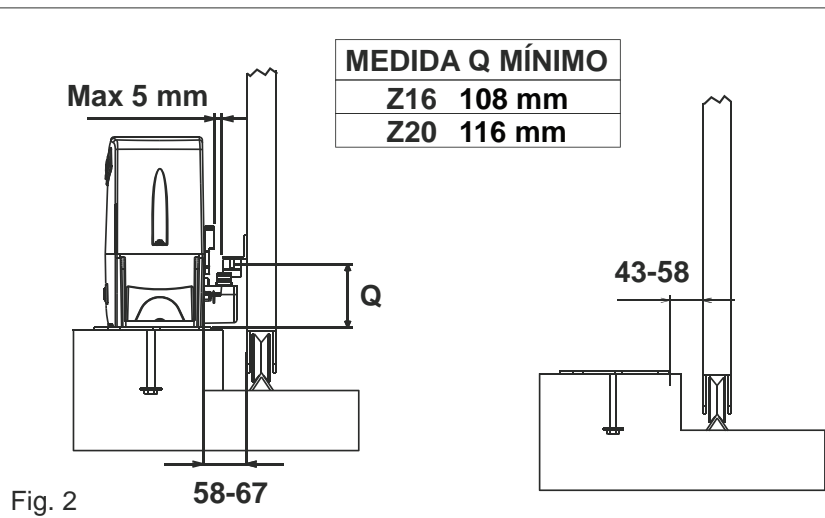
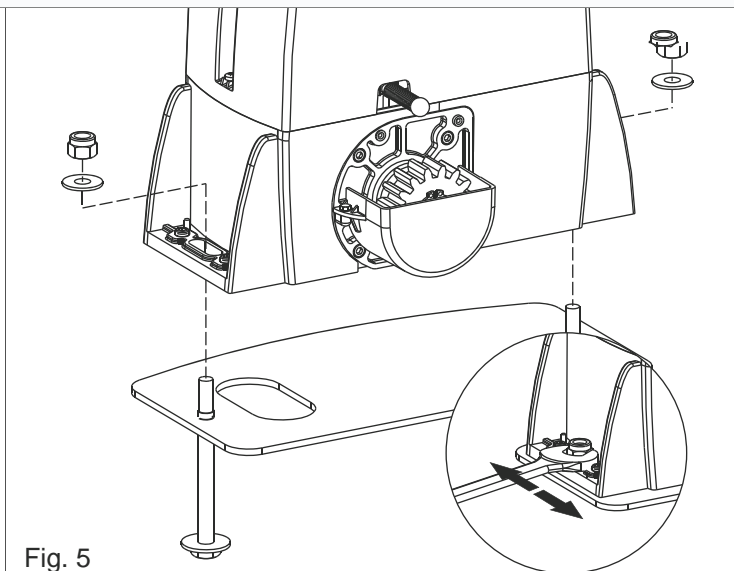

Fig. 2
Fig. 5
2.3. Antes de cementar la placa, asegúrese de que esté perfectamente horizontal y que se respete la dimensión de 58-67 mm indicada en la Fig. 2.
4.2. Fijar el operador a la placa de base mediante las 2 tuercas suministradas, ajustando su posición lateral (Fig. 5) para cumplir con las dimensiones indicadas en la Fig.2